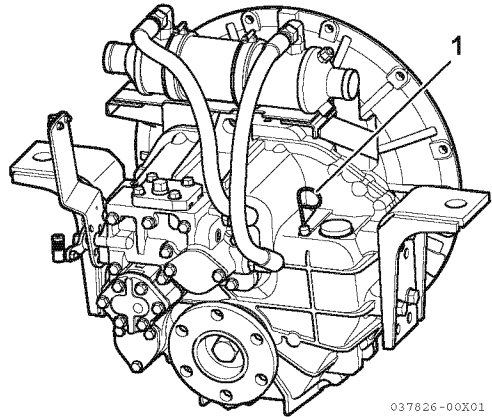

Abbildung 2
1. Den Ölmesstab entfernen (1, **Abbildung 2**) und mit einem sauberen Tuch abwischen.